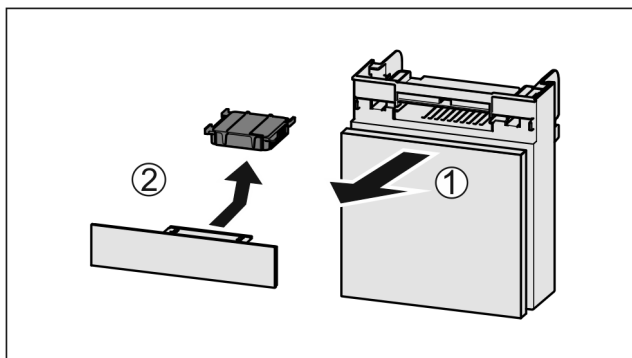

Fig. 120
- ▶ Wyciągnąć Fig. 120 (1) komorę do przodu.
- ▶ Wyjąć Fig. 120 (2) filtr z węglem aktywowanym.